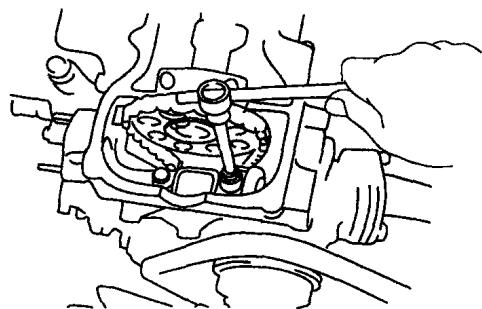

图 1-12 先拧下缸盖正面的两个螺栓
1) 在旋下其他缸盖螺栓之前，先旋下缸盖正面的 2 个螺栓，如图 1-12 所示。